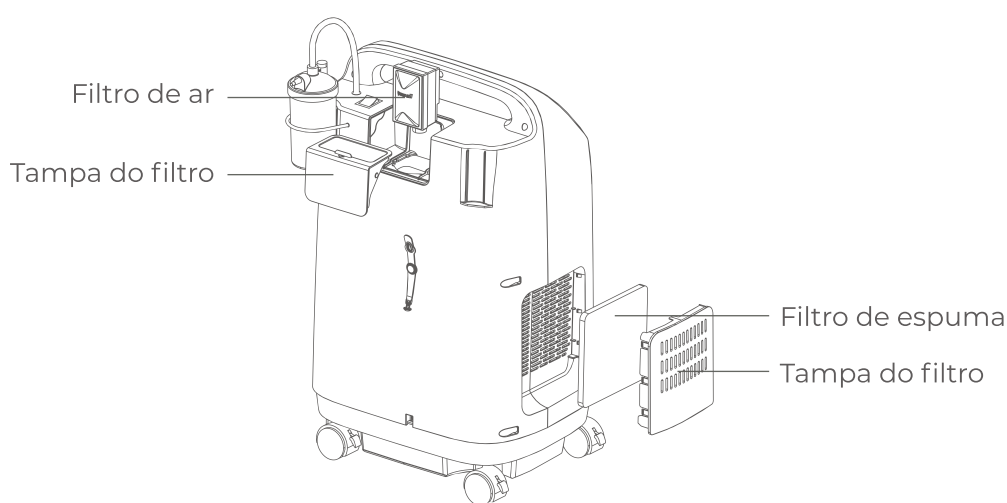

Figura 9
- (1) Puxe o copo umidificador para separá-lo do concentrador. (Figura 9).
- (2) Retire o tubo interno do umidificador e o seu para higienizá-lo.